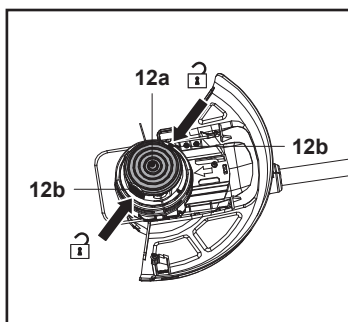

Fig. 22
- Ține bine capul de tăiere (12) cu o mână. Apasă clemele de eliberare (12b) de pe ambele părți, apoi ridică și scoate capacul (12a) (fig. 22).